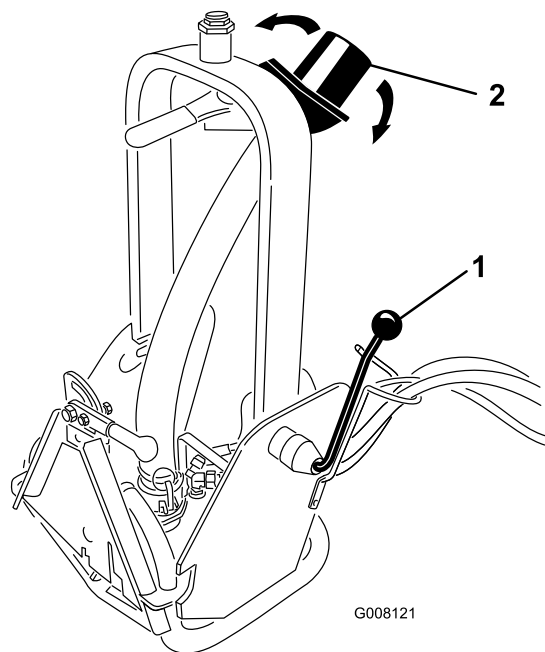

Figura 6
Duza de refulare (Figura 6) poate fi reglată în sus și în jos sau dintr-o parte în alta pentru a direcționa debitul în locaia dorită.
- Rotiți mânerul de blocare (Figura 6) pentru a debloca turnul pivotant.